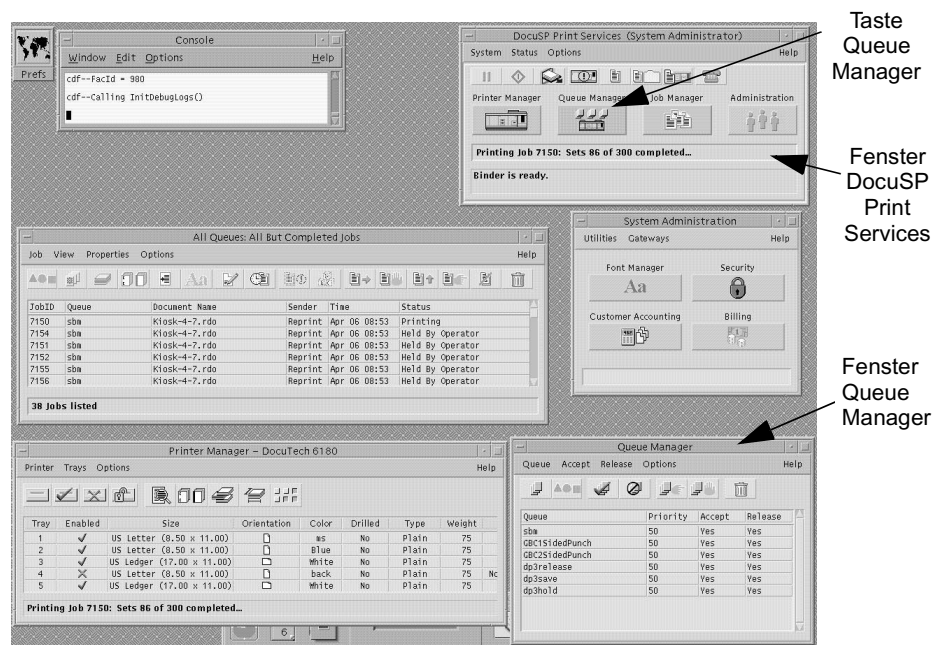

Abbildung 1-15: 61XX Monitorbildschirm und Fenster Queue Manager
- 1 Gehen Sie am 61XX Monitorbildschirm zum Fenster **Queue Manager** (Warteschlangenverwaltung), wie es in Abbildung 1-15 bereits geöffnet zeigt wird. Falls es nicht offen ist, gehen Sie zum Fenster DocuSP Print Services und klicken Sie auf die Taste Queue Manager.